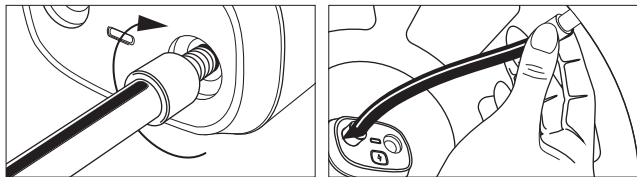

РИС.1
1. Накрутите воздушный шланг в отверстие компрессора с резьбой (Рис.1)
ВНИМАНИЕ! Данный компрессор оборудован цифровым манометром, который служит для контроля давления во время накачивания колес, а также для автоматического отключения компрессора при достижении заданного уровня давления (предела накачивания). Также в компрессоре предлагаются на выбор 5 режимов работы, с различными параметрами накачки, которые можно менять и установить самостоятельно (Рис.1) При выключении компрессора все последние настройки сохраняются в памяти устройства.